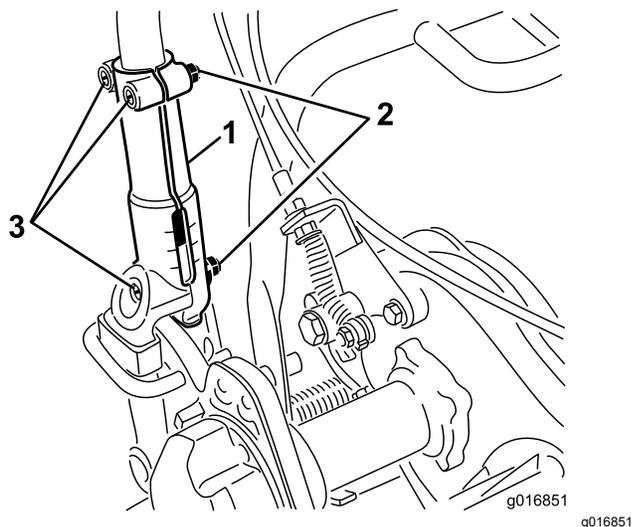

図 24
1. ハンドルを左右のハンドルクランプに固定しているキャリッジボルトとナット各3をゆるめる 図 24。